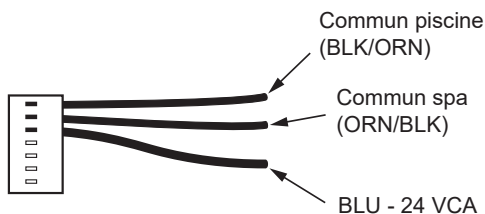

Figure 30. Harnais de câble à 7 broches pour thermostat externe
Les modules numériques P-156 peuvent être raccordés à un thermostat externe. Les modules analogues P-106 ne peuvent commander un thermostat externe. Il est équipé d'un connecteur à 7 broches dont l'un des câbles peut alimenter un interrupteur externe ou l'interrupteur intégré du thermostat externe, voir **Figure 30**. Il s'agit d'un simple circuit de commande en série qui peut être ouvert ou fermé. Le thermostat externe ne doit pas envoyer de tension à l'appareil, il doit seulement effectuer la fonction de commutation marche/arrêt. Les thermostats externes qui envoient une tension à l'appareil ne sont pas compatibles car cela risque d'endommager la carte électronique de l'appareil.
5. Depuis le harnais de câble à 3 fils pour thermostat externe, connectez le fil BLEU d'un côté de l'interrupteur "REMOTE" et connectez l'autre côté de l'interrupteur au fil ORANGE/NOIR dans le cas d'un SPA ou au fil NOIR/ORANGE pour une piscine, voir **Figure 30**.